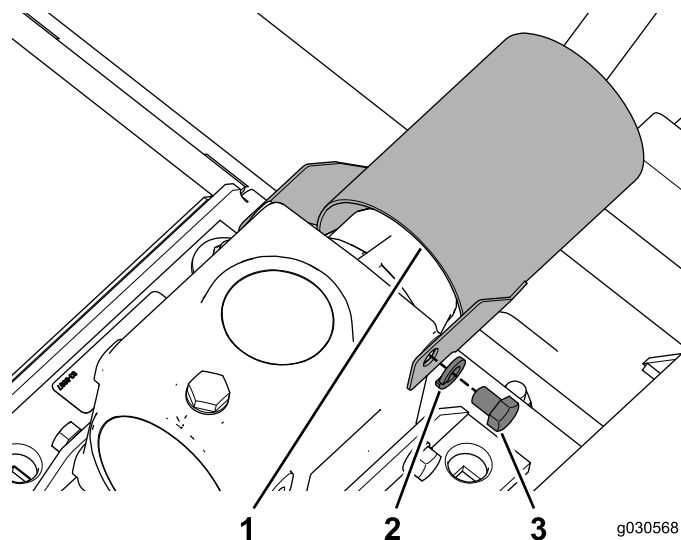

図 20
2. PTOガードをギアボックスに固定している部品を取り外す 図 20。